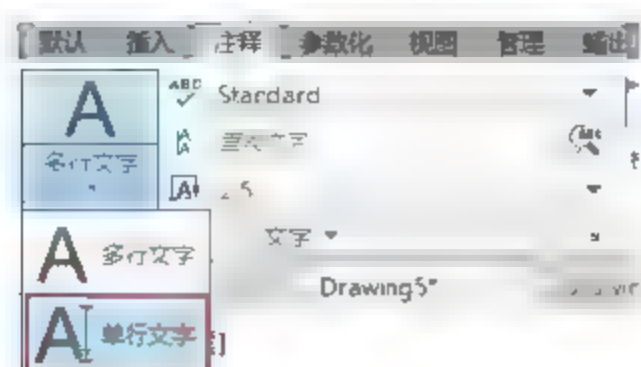

图6-25 单击按钮
- 【注释】选项卡：在【注释】选项卡中，单击【文字】面板中的【单行文字】按钮A1，如图6-25所示。